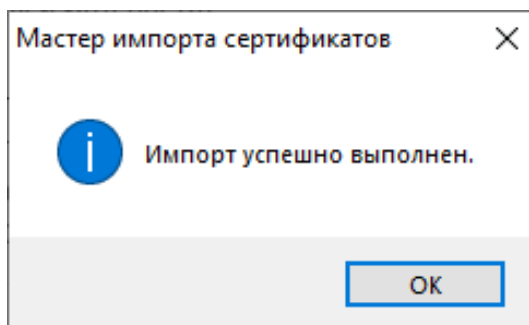

Рисунок 533 - Импорт успешно выполнен
18. Импорт успешно выполнен. Нажмите **ОК** (Рисунок 533).